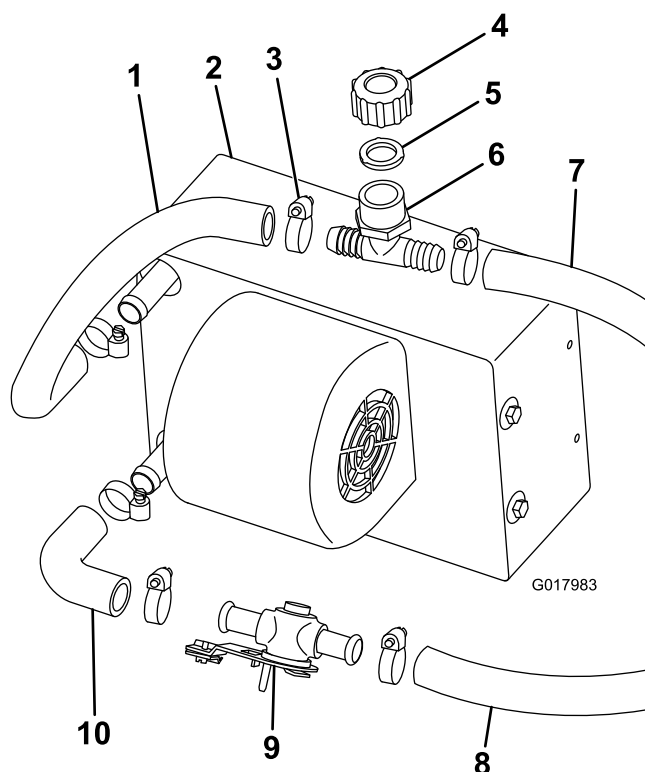

Figura 13
1. Fissate il raccordo a gomito alla parte inferiore del gruppo riscaldatore con una fascetta stringitubo (Figura 13).
2. Collegate la valvola del riscaldatore al raccordo a gomito con una fascetta stringitubo (Figura 13).
3. Tagliate un pezzo da 36 cm del flessibile da 5/8 poll. e fissatelo al raccordo superiore del gruppo riscaldatore con una fascetta stringitubo (Figura 13).
4. Collegate il tubo di riempimento a T bianco, la guarnizione e il cappuccio al flessibile del riscaldatore superiore con una fascetta stringitubo (Figura 13).